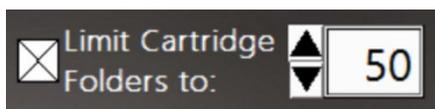

图33：限制芯片数据文件夹控件
**注：**原始数据 (.bin) 文件均约为 1.25 GB。选择 **Limit Cartridge Folders to**（将芯片文件夹数量限制为：）复选框（图 33）时，软件仅保留最新的  $N$  个文件夹（其中  $N$  是在 **Limit Cartridge Folders to** [将芯片文件夹数量限制为] 旁边的字段中输入的数字）。所有旧的芯片数据文件夹将被删除。